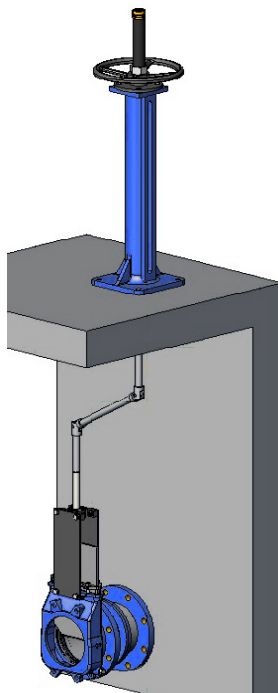

Fig. 13
4. EXTENSION : CARDAN JOINT (fig 13)